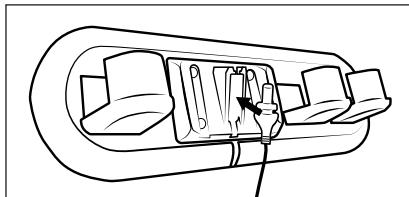

Fig. 4
- Prelevare il supporto a parete 17 dal porta-accessori 16. Inserire lo spinotto cavo 10 dell'alimentatore 9 nel supporto a parete 17 come mostrato nella seguente illustrazione. Fissare lo spinotto cavo 10 ruotandolo (vedere fig. 4).